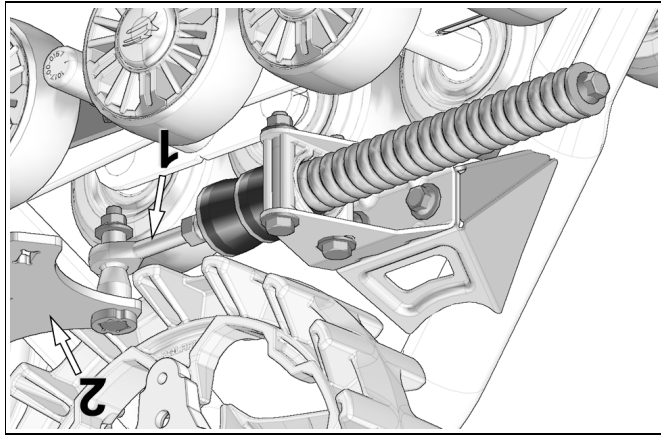

Figure 8
- Le bras stabilisateur (1) doit être fixé à l'ancrage arrière (2) installé sur le véhicule. Voir la Figure 8.